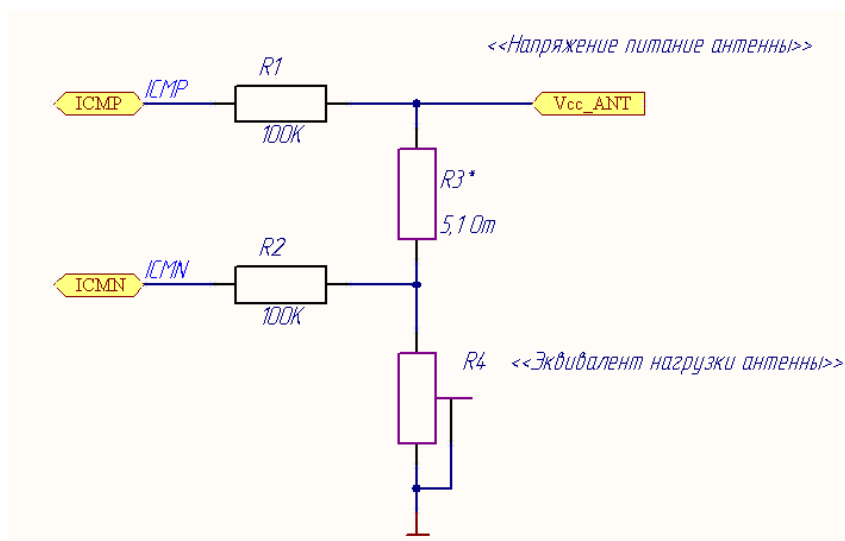

Рисунок 9 – Схема подключения микросборок ПУ для контроля тока антенны
7.2 Пример подключения микросборок ПУ для контроля тока антенны приведен на рисунке (Рисунок 9).